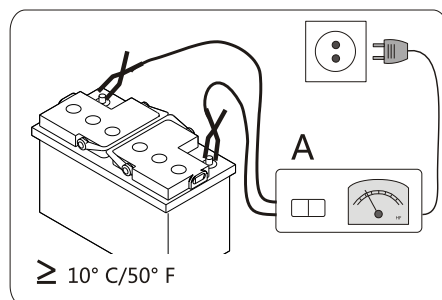

图 13
3.1 在新车检测或易手车检测之前 ⇒ 连接推荐的充电器，请参见步骤→ 11.，(→ 图 13)。